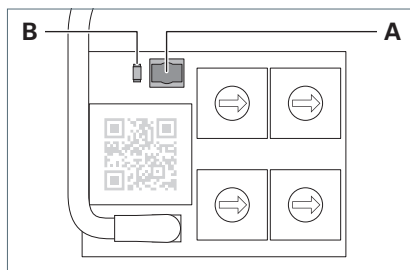

Fig. 14: Touche et LED.
- Appuyez sur la touche **A** et maintenez-la appuyée pendant 20 secondes, voir Fig. 14.